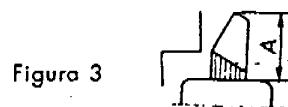

Figura 3
- a. Deje la punta de la herramienta para fuera lo suficiente para que el porta-herramientas no toque en la mordaza (Figura 3).